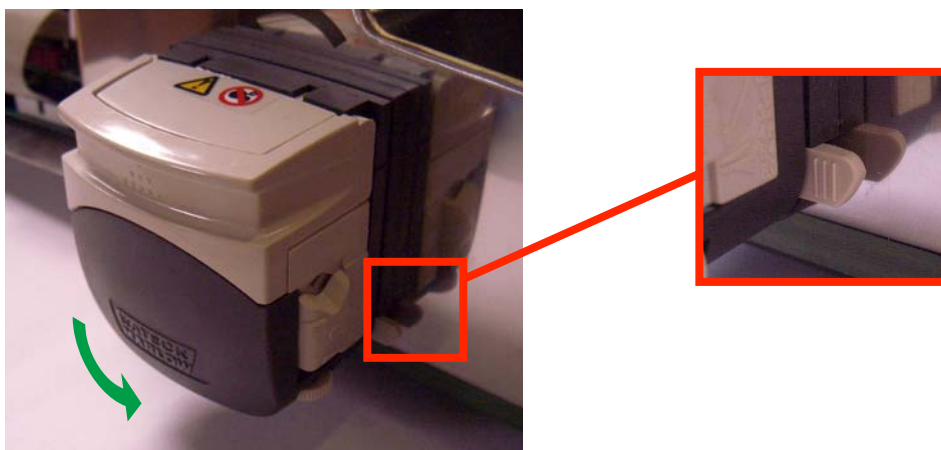

Figure 12
- Retirer la pompe : appuyer sur la languette (cf. Figure 12) et tourner en même temps la pompe dans le sens de la flèche. Retirer la pompe.